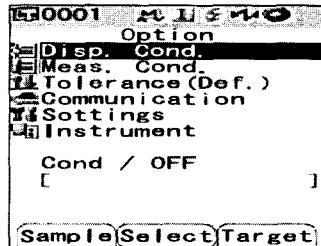

Рисунок 14
8.2.3.2 Настройте установки спектрофотометров. Для этого, удерживая кнопку «MENU», нажмите кнопку «▼», чтобы открыть меню «Option». С помощью кнопок «▲» и «▼» выберете пункт «Disp Cond.» (рисунок 14) и нажмите кнопку «SAVE/SEL.».